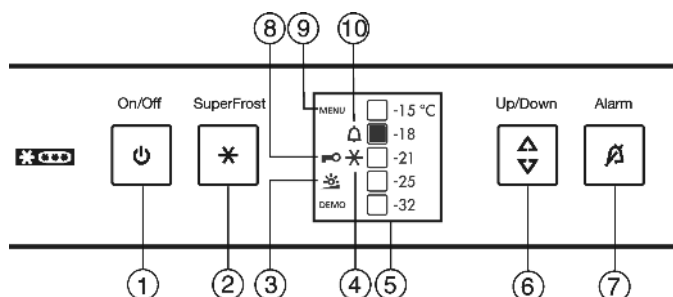

Fig. 3
- Symbol SuperFrost Fig. 3 (4) miga razem ze wskaźnikiem temperatury.